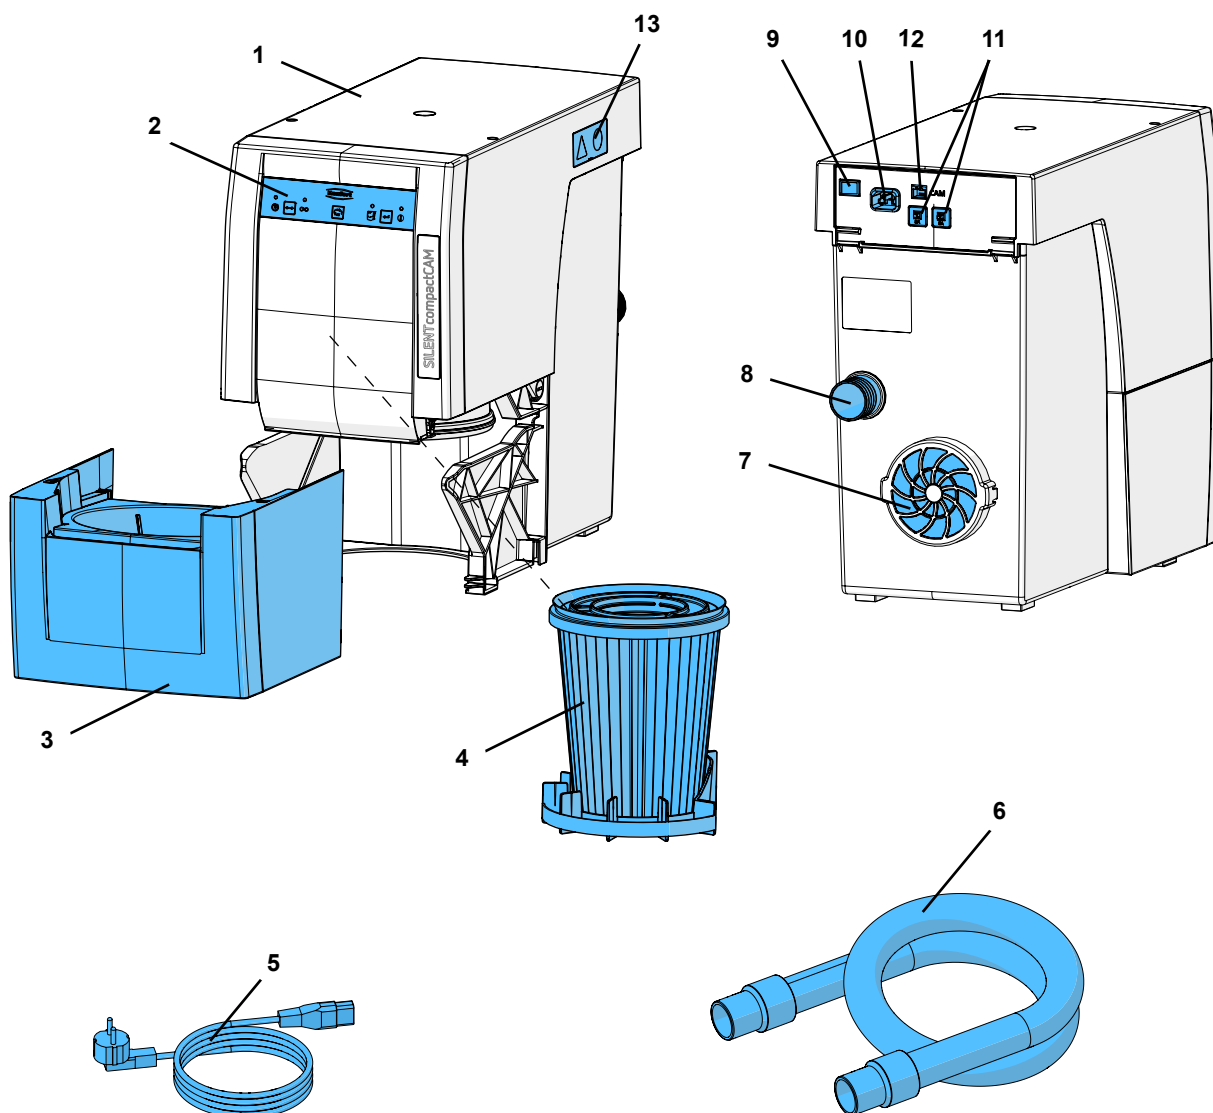

図 1
- 集塵装置は、排気口(7, 図 1)を妨げないように、設置して下さい
- キャビネットの後壁に開口部を、排気口から直接の位置に250×120 mm以上のサイズで設けます（7、図1）。
- ⇒ 装置のオン・オフ スイッチ(9) をオフにします。
- ⇒ 電源コード (5、図 1) を電源コンセント(10) に挿し込みます。
- ⇒ 吸引ホース(6、図 1) を吸引口(8) に挿し込みます。